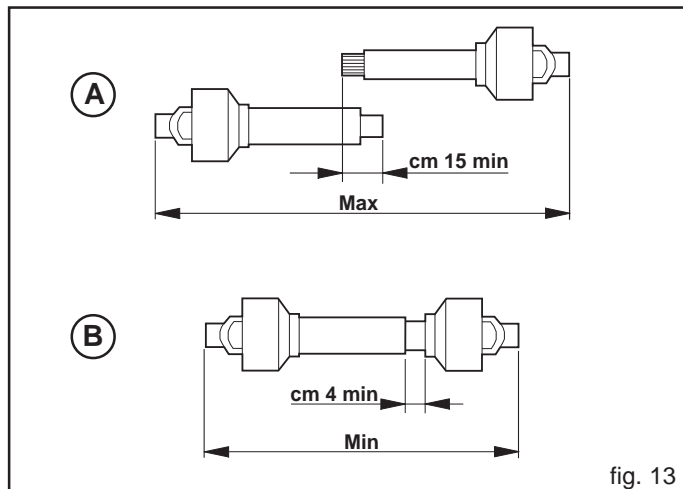

fig. 13
- Quand l'arbre à cardans est déboîté au maximum, les deux tubes doivent se superposer d'au moins 15 cm (A Fig. 13). Quand il est entièrement rentré, le jeu minimum admissible sera de 4 cm (B Fig. 13).